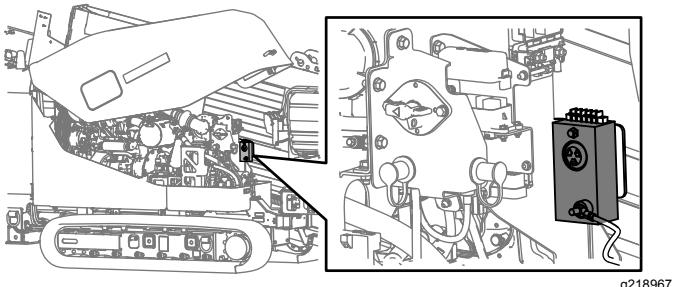

Рисунок 46
4. Подсоедините зажим типа «крокодил» с тестера Zap-Alert к штырю заземления на системе Zap-Alert (Рисунок 46 и Рисунок 47).